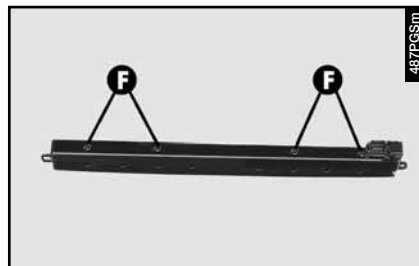

fig. 66
- Desenroscar los cuatro tornillos (F-fig. 66) que fijan el transparente.
- Volver a montar el transparente bloqueándolo con los tornillos (F-fig. 66).